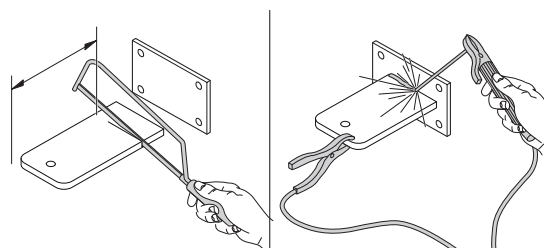

Fig. 3
**02.** Antes de ser fixado na parede, o suporte deve ser soldado à placa de aperto (**Fig. 3**); o suporte pode ser cortado com a distância desejada, para ajustar as **distâncias A e E** de acordo com a necessidade.